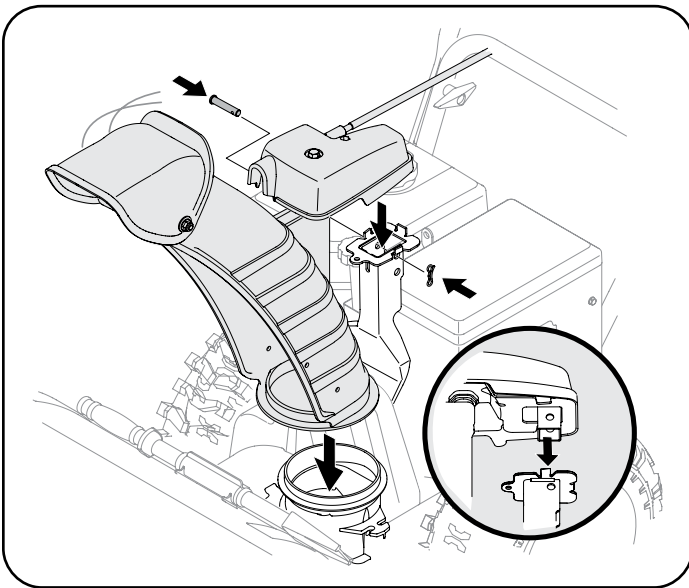

Figura 29
3. Coloque el canal sobre la base del canal y asegúrese de que la varilla de control del canal se encuentre debajo del panel de la manija. Sujete el cabezal de control del canal a la ménsula de soporte del canal con el pasador de horquilla (d) y el pasador de chaveta con unión curva (e) que extrajo en el Paso 1. Consulte Figura 29.